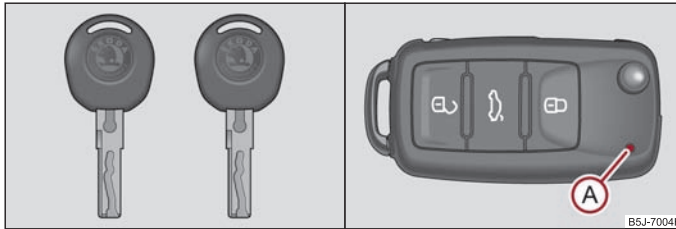
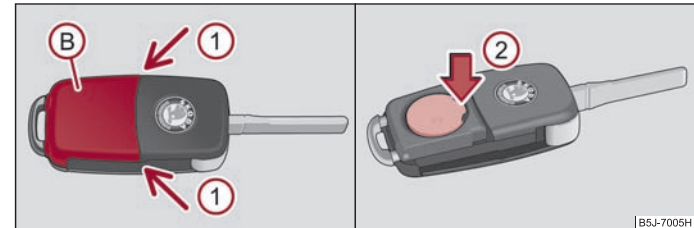

Abb. 23 Schlüsselsetz ohne Fernbedienung / Schlüsselsetz mit Funkschlüssel
Abb. 24 Funkschlüssel - Deckel abnehmen / Batterie herausnehmen
Mit dem Fahrzeug werden zwei Schlüssel ausgeliefert. Je nach Ausstattung kann Ihr Fahrzeug mit Schlüsseln ohne Funk-Fernbedienung ⇒ Abb. 23 - links, oder mit Funk-Fernbedienung* ⇒ Abb. 23 - rechts ausgestattet sein.
Jeder Funkschlüssel enthält eine Batterie, die unter dem Deckel (B) untergebracht ist ⇒ Abb. 24. Wenn die Batterie entladen ist, blinkt nach dem Drücken einer Taste der Fernbedienung die rote Kontrollleuchte (A) nicht ⇒ Abb. 23. Wechseln Sie die Batterie wie folgt:
- Drücken Sie den Deckel an den Stellen der Pfeile (1) vorsichtig ab.
- Durch Drücken der Batterie nach unten, an der Stelle des Pfeils (2) nehmen Sie die entladene Batterie aus dem Schlüssel heraus ⇒ Abb. 24.